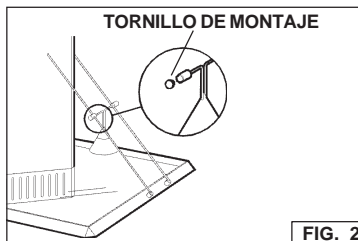

FIG. 2
1. Desenrosque los tornillos de montaje y saque la lámpara para manejarla más fácilmente. Fig. 2.